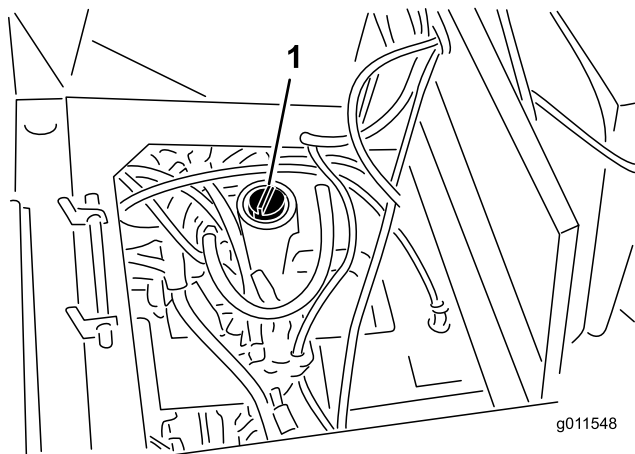

Figure 74
3. Remplissez le réservoir (Figure 74) d'environ 30 l d'huile hydraulique (voir Contrôle du niveau de liquide hydraulique).